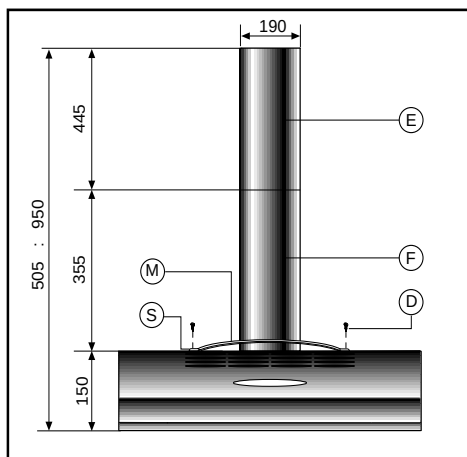

Fig.1
Perçer 2 trous au mur, correspondant à la position (B) du dessin fig.1. Accrocher la hotte aux deux trous en utilisant les vis et les chevilles appropriées au type de mur (ex. ciment, placoplâtre, etc.). Fixer définitivement la hotte en utilisant les 2 trous (Z) de sécurité.
Placer la vitre voilette équipée des supports (V) comme indiqué sur la fig. 1, puis fixer à la hotte à l'aide des vis à cet effet.
Placer la poignée (M) et les deux supports, droit (D) et gauche (S), comme indiqué sur la fig. 1, puis fixer à la hotte à l'aide des vis à cet effet.